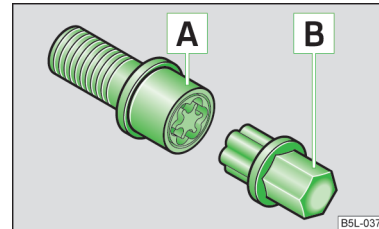

Abb. 147
- Den Adapter **B** » Abb. 147 mit seiner verzahnten Seite bis zum Anschlag so in die innere Verzahnung der Anti-Diebstahl-Radschraube **A** stecken, dass nur noch der äußere Sechskant herausragt.